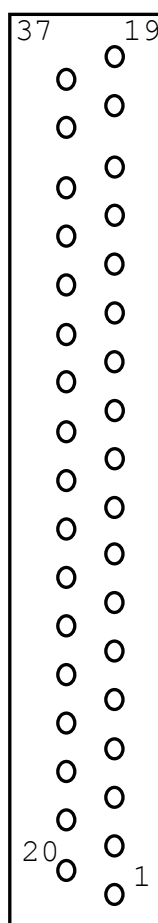

Рис.10
7.3. Для подключения входных сигналов на плате используются 37-ти контактный разъем типа CANON (IN), рис.10. Разводка разъема приведена в табл.8.